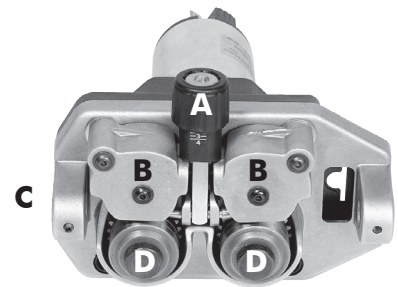

Figure 3
- Desserrer et abaisser le bouton en plastique (A) et relâcher les leviers presse-fil (B)(Fig.3). Souffler à l'air comprimé les résidus éventuels dans la gaine guide-fil.
- Relâcher le fil de la bobine et le tenir serré avec une paire de pinces de façon à ce qu'il ne puisse pas se dérouler. Si nécessaire, le redresser avant de l'introduire dans le guide d'entrée (C) du fil. Y introduire le fil en le faisant passer au-dessus du galet inférieur (D) et dans la gaine guide-fil.